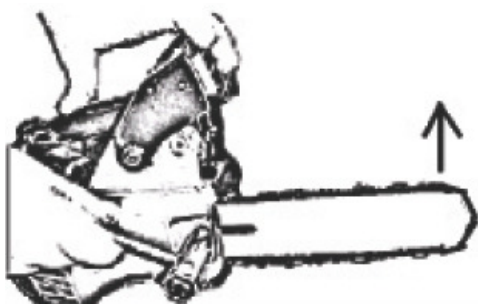

Рис. 4.
6. Сохраняя рычаг тормоза в цепи в верхнем положении, надежно затяните гайку, используя кольцевой гаечный ключ, который входит в комплектацию. (Рис. 4)